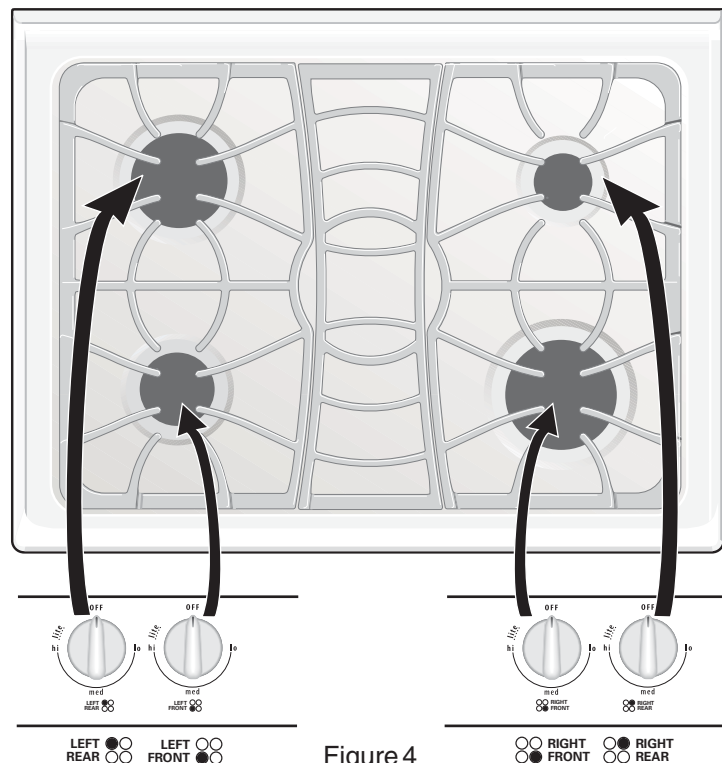
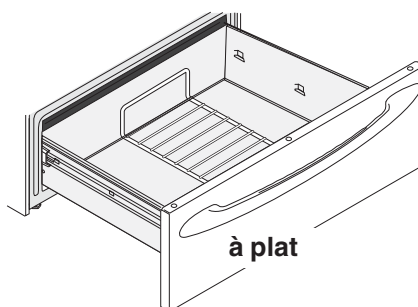

Figure 4
Figure 2
Le brûleur **MIJOTANT** est le plus petit des brûleurs. Il est plus souvent utilisé pour faire mijoter des sauces, etc. Il est situé à l'arrière droit sur la table de cuisson. (voir Figure 4).
Le brûleur **STANDARD** peut servir à presque tous les besoins. Ce brûleur est situé à l'avant gauche de la surface de cuisson (voir Figure 4).
Les 2 brûleurs de **PUISSANCE** sont les plus gros. Ils sont utilisés pour faire bouillir une grosse quantité de liquide rapidement ou lorsqu'il y a beaucoup de nourriture à préparer. Les 2 brûleurs de puissance sont situés à l'avant droit et l'arrière gauche de la surface de cuisson (voir Figure 4).
- Grille **à plat** (Figure 2) sur le fond pour permettre de disposer des aliments de moindre poids et la vaisselle vide (par exemple, assiettes à petits pains ou pâtisseries et assiettes à dîner).
1. Appuyez sur la touche  du tiroir réchaud pour l'activer (voir Figure 4). La lampe indicatrice du tiroir réchaud clignotera. Note: Si aucune autre touche n'est touchée avant 25 secondes, la commande pour allumer le tiroir réchaud sera annulée.
3. Chaque fois que vous appuierez sur les touches  ou  cela augmentera ou diminuera la température entre 6 niveaux de température de **HI** (haut) (voir Figure 2), **MED** (moyen) (voir Figure 3) jusqu'à **LO** (bas) (voir Figure 4). **Note:** Pour de meilleurs résultats, préchauffez le tiroir avant d'y mettre la nourriture. Un tiroir vide prendra environ 15 minutes à préchauffer.